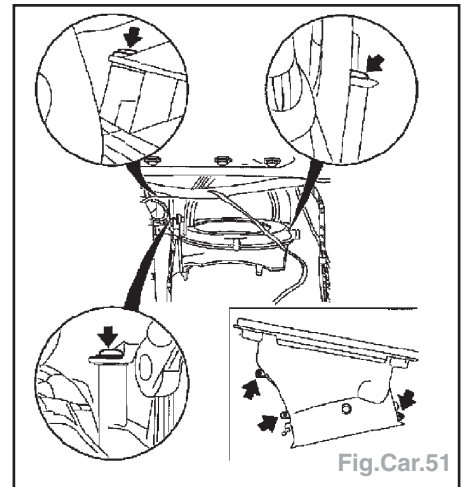

Fig.Car.51
- Dégager le boîtier de volet d'air (fixations : flèches) par l'intérieur (Fig.Car.51).